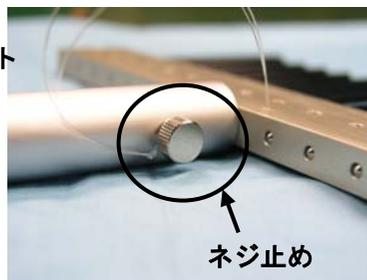

図 12
- ・一括外し工具は図12のようにハンドルをネジで取り付けて使用してください。